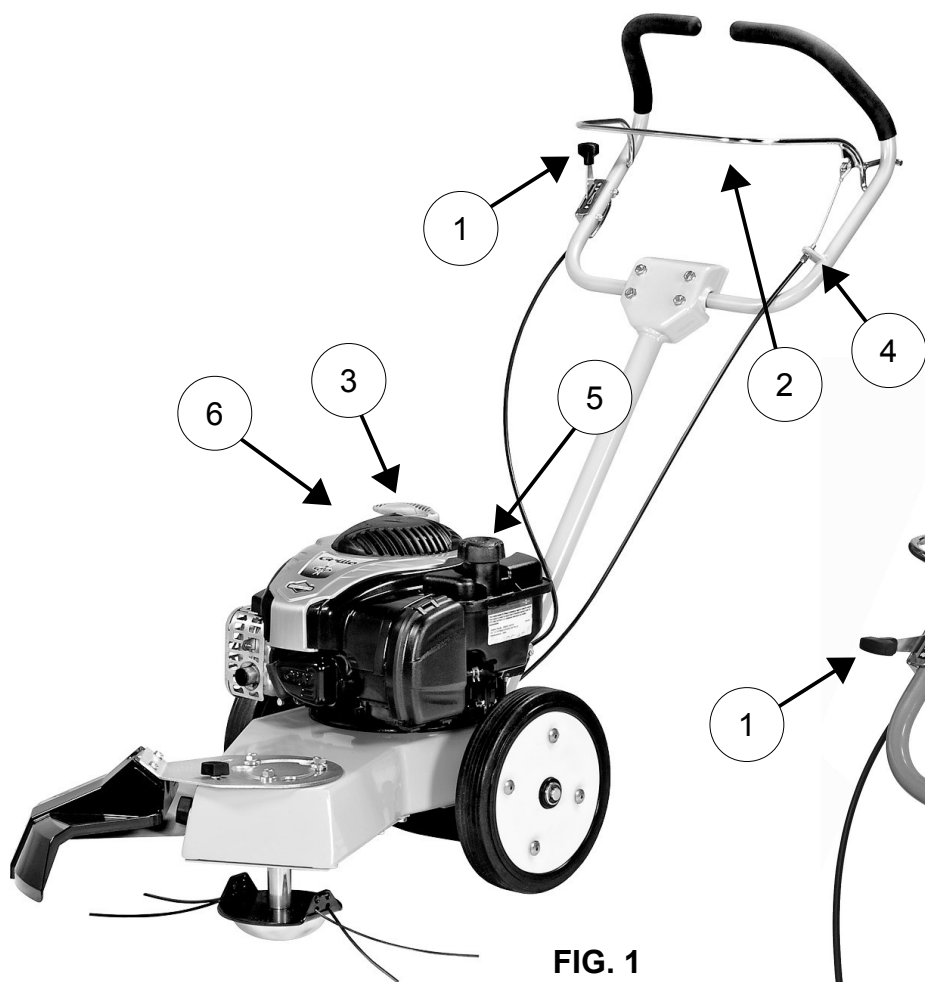
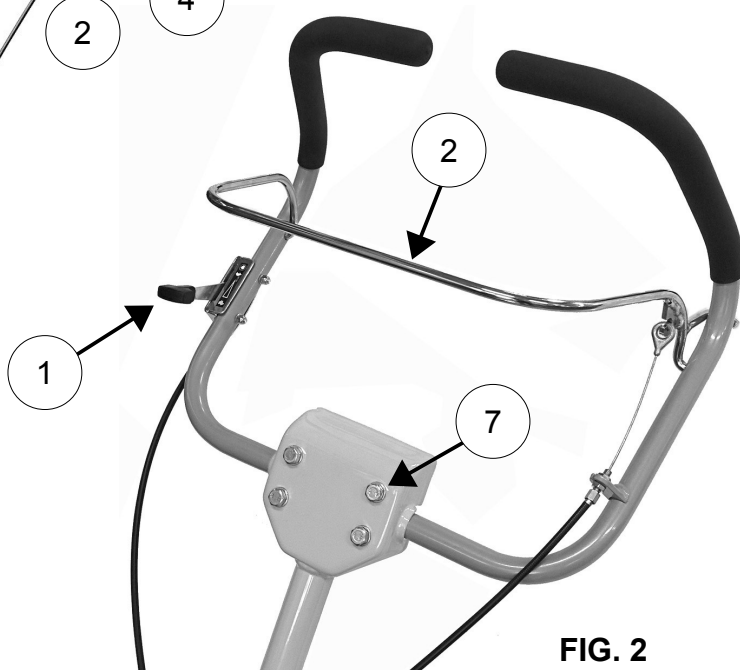

FIG. 1
FIG. 2
Tirar lentamente de la empuñadura del arranque autoenvolvente hasta que se sienta la resistencia, luego dar un tirón enérgico (fig. 1. ref. 3). De todos modos atenerse a las instrucciones incluidas en el manual del motor.
Llevar el motor al régimen máximo. Cerciorarse de que no hayan personas en las proximidades de la zona de corte, activar la palanca de rotación de los hilos y comenzar a trabajar (fig. 1, n. 2). El modelo no presenta ruedas con tracción sino que funciona por empuje.
Una vez terminado el trabajo, llevar la empuñadura del acelerador (fig.1, n.1) a la última posición de parada (fig. 2) y cerrar la llave de la gasolina.
- regular el registro del cable (fig. 1, n. 4).